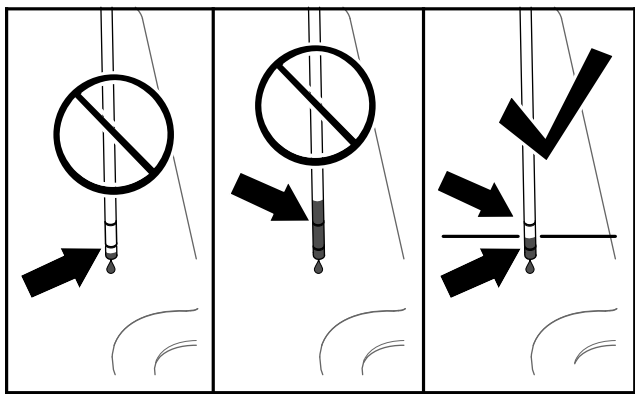

Figura 82
6. Rimuovete l'asta di livello e controllate il livello del fluido (Figura 82).
7. Se il livello di fluido non raggiunge la tacca inferiore sull'asta di livello, aggiungete il fluido idraulico specificato nel tubo di riempimento (Figura 82) fino a quando arriva a metà tra le due tacche dell'asta di livello.
8. Aggiungete il fluido idraulico specificato nel tubo di riempimento fino a quando arriva a metà tra le due tacche dell'asta di livello (Figura 82).